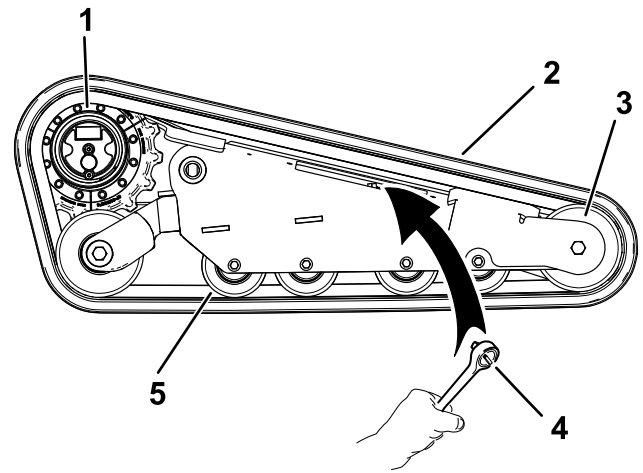

Figure 71
7. À l'aide d'une clé à cliquet de ½ pouce, tournez la vis de tension dans le sens horaire pour détendre la transmission (Figure 69 et Figure 71).
1. Enroulez la chenille neuve sur la roue avant (Figure 71).
2. Poussez la chenille sous et entre les galets de roulement, puis enroulez-la autour du cadre (Figure 71).